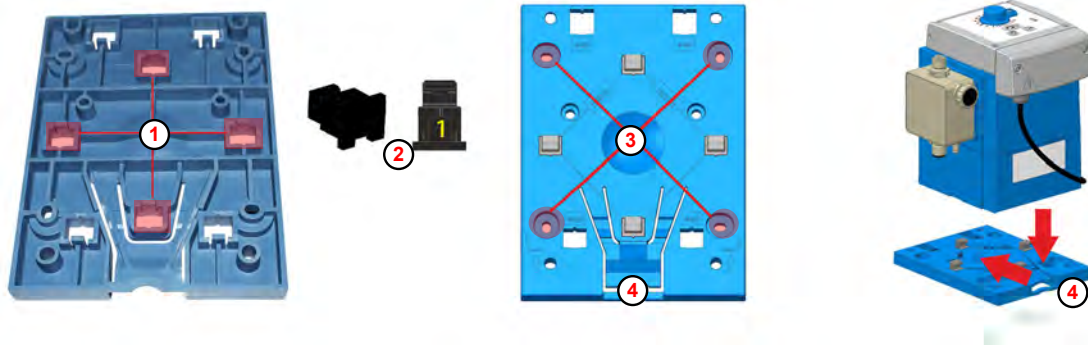

Fig. 4 : Préparatifs pour le montage sur table
Sur la partie inférieure de la plaque de montage, les orifices pour le montage sur table ( Fig. 4 , ① ) portent le numéro 1.